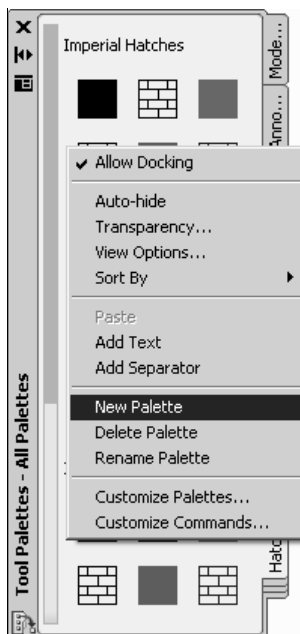

Рис. 10.17. Контекстное меню при создании новой инструментальной палитры
2. Щелкните правой кнопкой мыши на свободном поле любой палитры, открытой на панели, и выберите из появившегося контекстного меню **New Palette** (Создать палитру) (рис. 10.17). На панели появится новая пустая палитра.